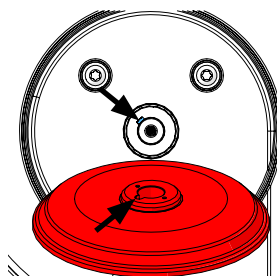

Fig. 15
- Aplicar o novo flange de suporte >>> **ter em atenção a ranhura de encaixe (Fig. 15).**